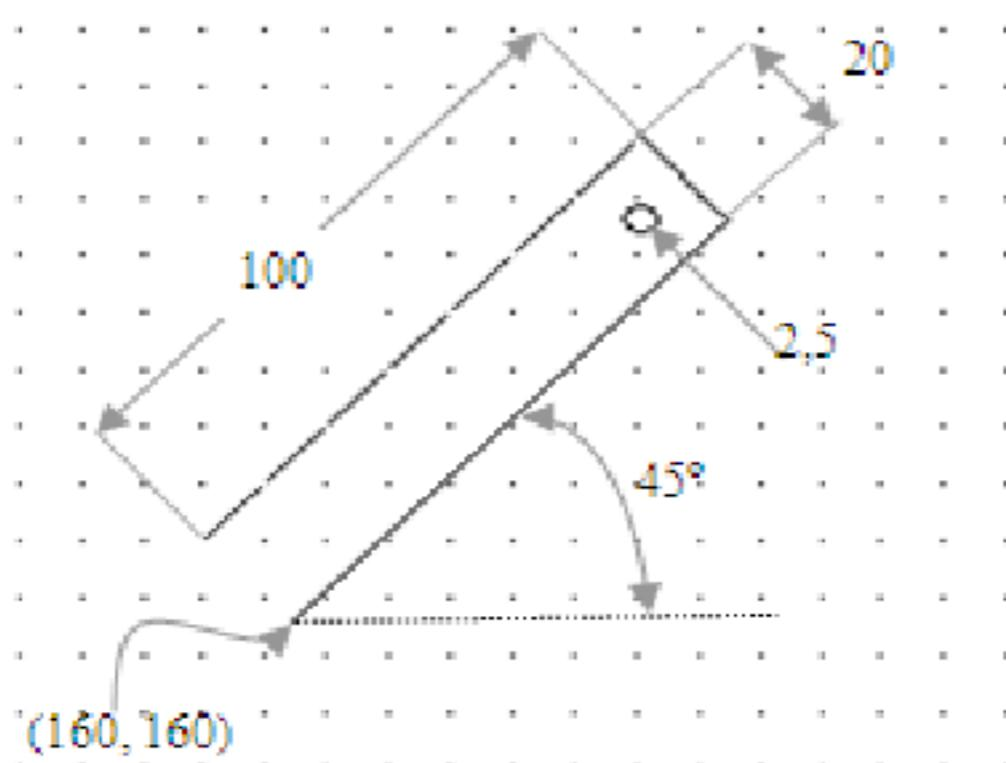

Рис. 1
3. Вызовите команду Линия (*Line*) в панели инструментов и постройте три отрезка, образующие фрагмент крестовины (рис. 1). Начните работу в точке с заданными координатами (160,160). При построении наклонных отрезков руководствуйтесь подсказками режимов *Полярное сложение* и *Полярная привязка*.